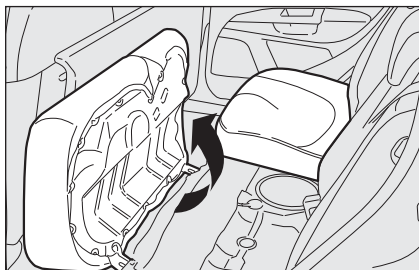

fig. 81
- ribaltare i cuscini in avanti nel senso indicato dalla freccia **fig. 81**;